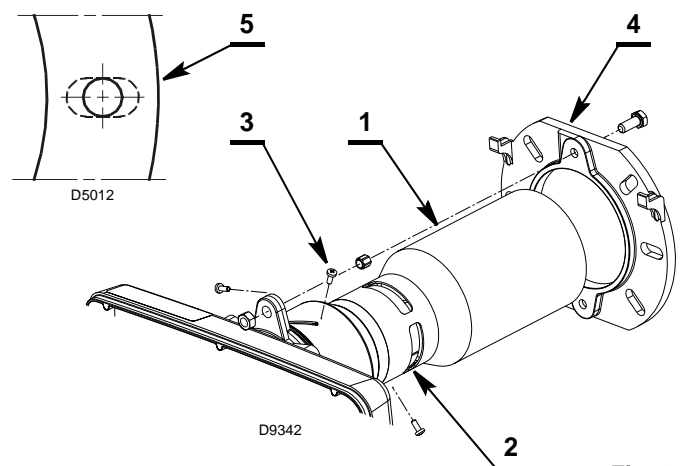

Fig. 6
- Monter le gueulard 1) (Fig. 6) sur le groupe tête de combustion 2).
- Insérer sur la bride 4) la vis et deux écrous (Fig. 6).
- Elargir les trous de l'écran isolant 5) (Fig. 6), si nécessaire, en veillant à ne pas l'abîmer.